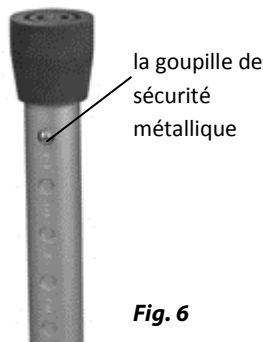

Fig. 6
3. Avant utilisation, assurez-vous toujours que la goupille de sécurité ressort complètement de l'orifice désiré et, en appuyant sur le siège, vérifiez que le siège de douche a été assemblé correctement (Fig. 6).